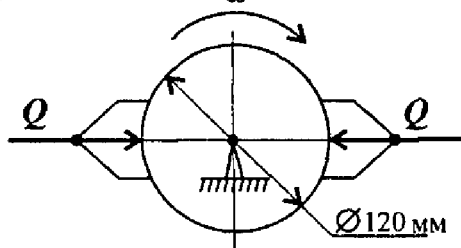

Рис. 1
- 3.Колодочным тормозом останавливают барабан после отключения двигателя (рис. 1). Определите работу торможения за 3 оборота, если сила прижатия колодок к барабану 1 кН, коэффициент трения 0,3.